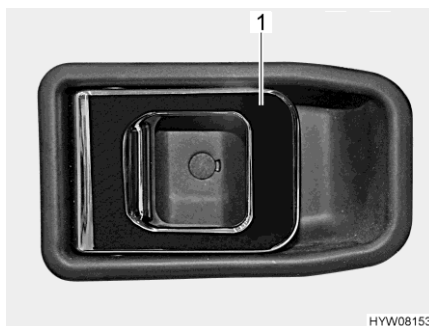

Fig. 34 Serratura della porta (porta conducente/porta del vano abitabile, lato interno)
- Apertura:* ■ Tirare la maniglia (Fig. 34,1). La serratura della porta si sblocca o apre.
- Bloccaggio:* ■ Premere la maniglia (Fig. 34,1). La serratura della porta si blocca.